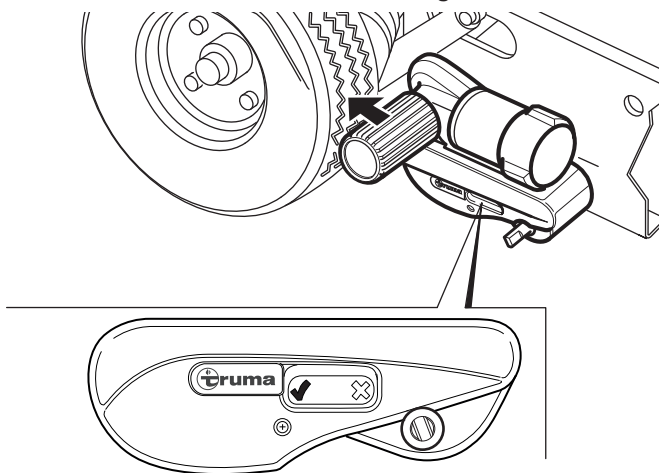

Fig. 15
- Ruotare la leva di avvicinamento in direzione della ruota del veicolo. Il meccanismo di avvicinamento deve innestarsi perfettamente per evitare che la leva di avvicinamento scatti all'indietro (Fig. 14-2). Non appena il meccanismo di avvicinamento si è innestato, l'indicatore di posizione dell'alloggiamento del sistema di manovra mostra ✓ (Fig. 15).